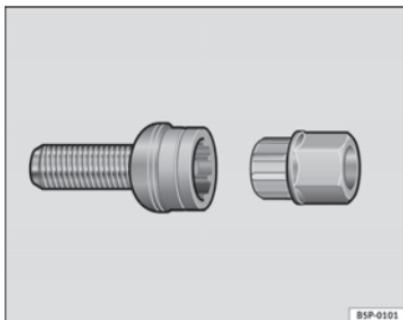

Fig. 141 Boulons de roue antivol
- Introduisez l'adaptateur au maximum dans le boulon antivol de la roue ⇒ fig. 141.